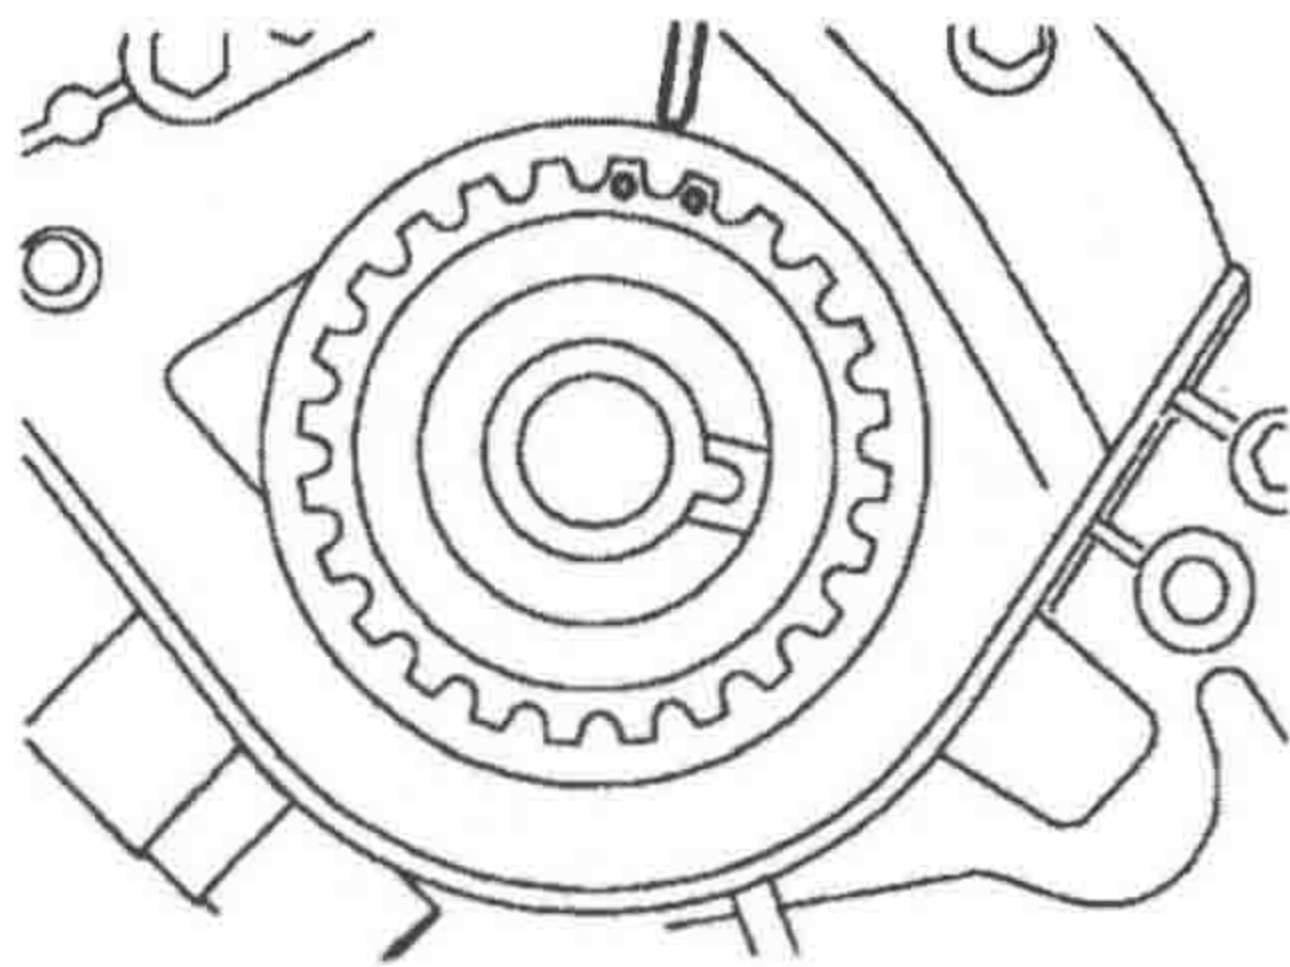

图 1-1-8 将孔对准法兰
① 清洁正时齿轮和带轮。
② 把曲轴正时齿轮装到曲轴上。
③ 检查曲轴正时齿轮上的孔和机油泵上的法兰是否对准，如图 1-1-8 所示。